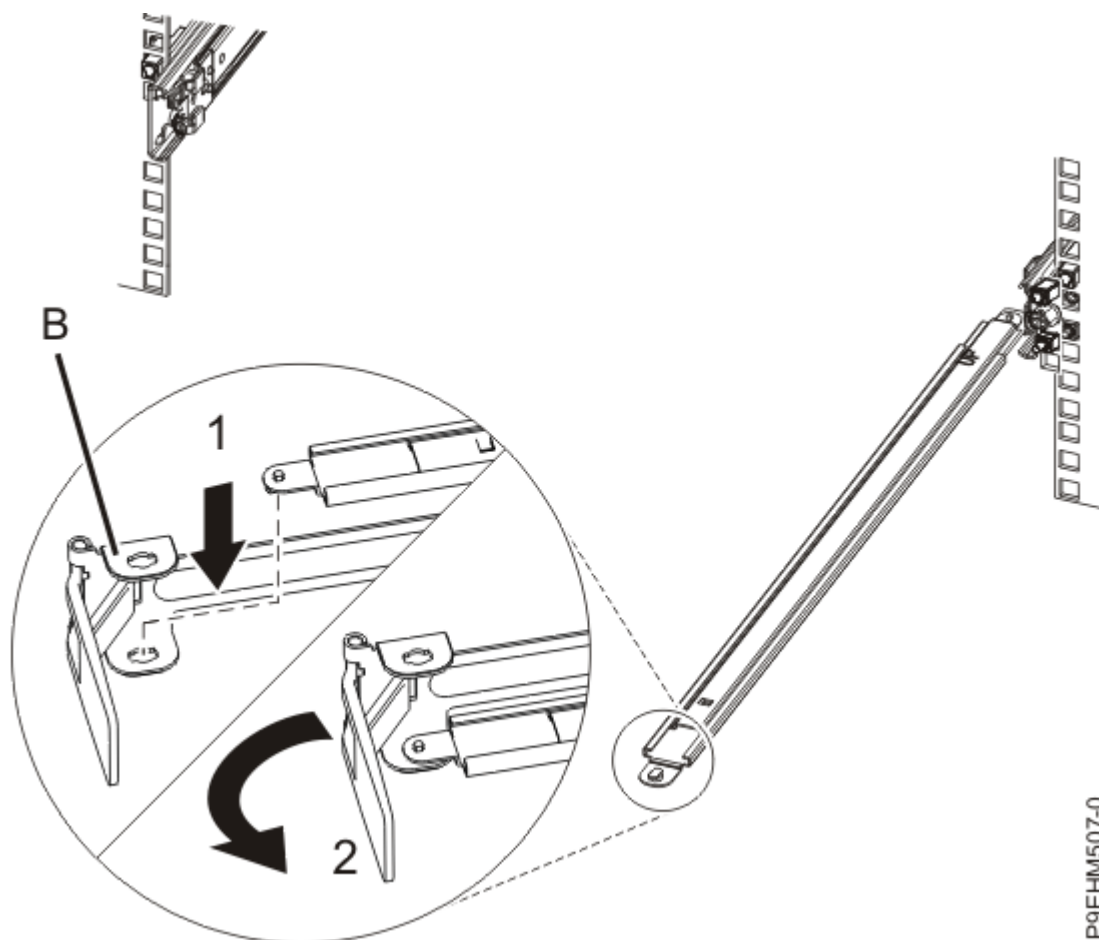

Figura 10. Prender o suporte de paragem de gestão de cabos ao braço de suporte
3. Localize o orifício no canto interior inferior do suporte de paragem de gestão de cabos em forma de L **(B)**. Posicione a extremidade não ligada do braço de suporte de modo a que a ponta do lado inferior da patilha de bloqueio se alinhe com o orifício do suporte. Insira a patilha no orifício **(1)** e vire o suporte **(2)** para o prender ao braço de suporte. Para obter detalhes, consulte Figura 10 na página 10.